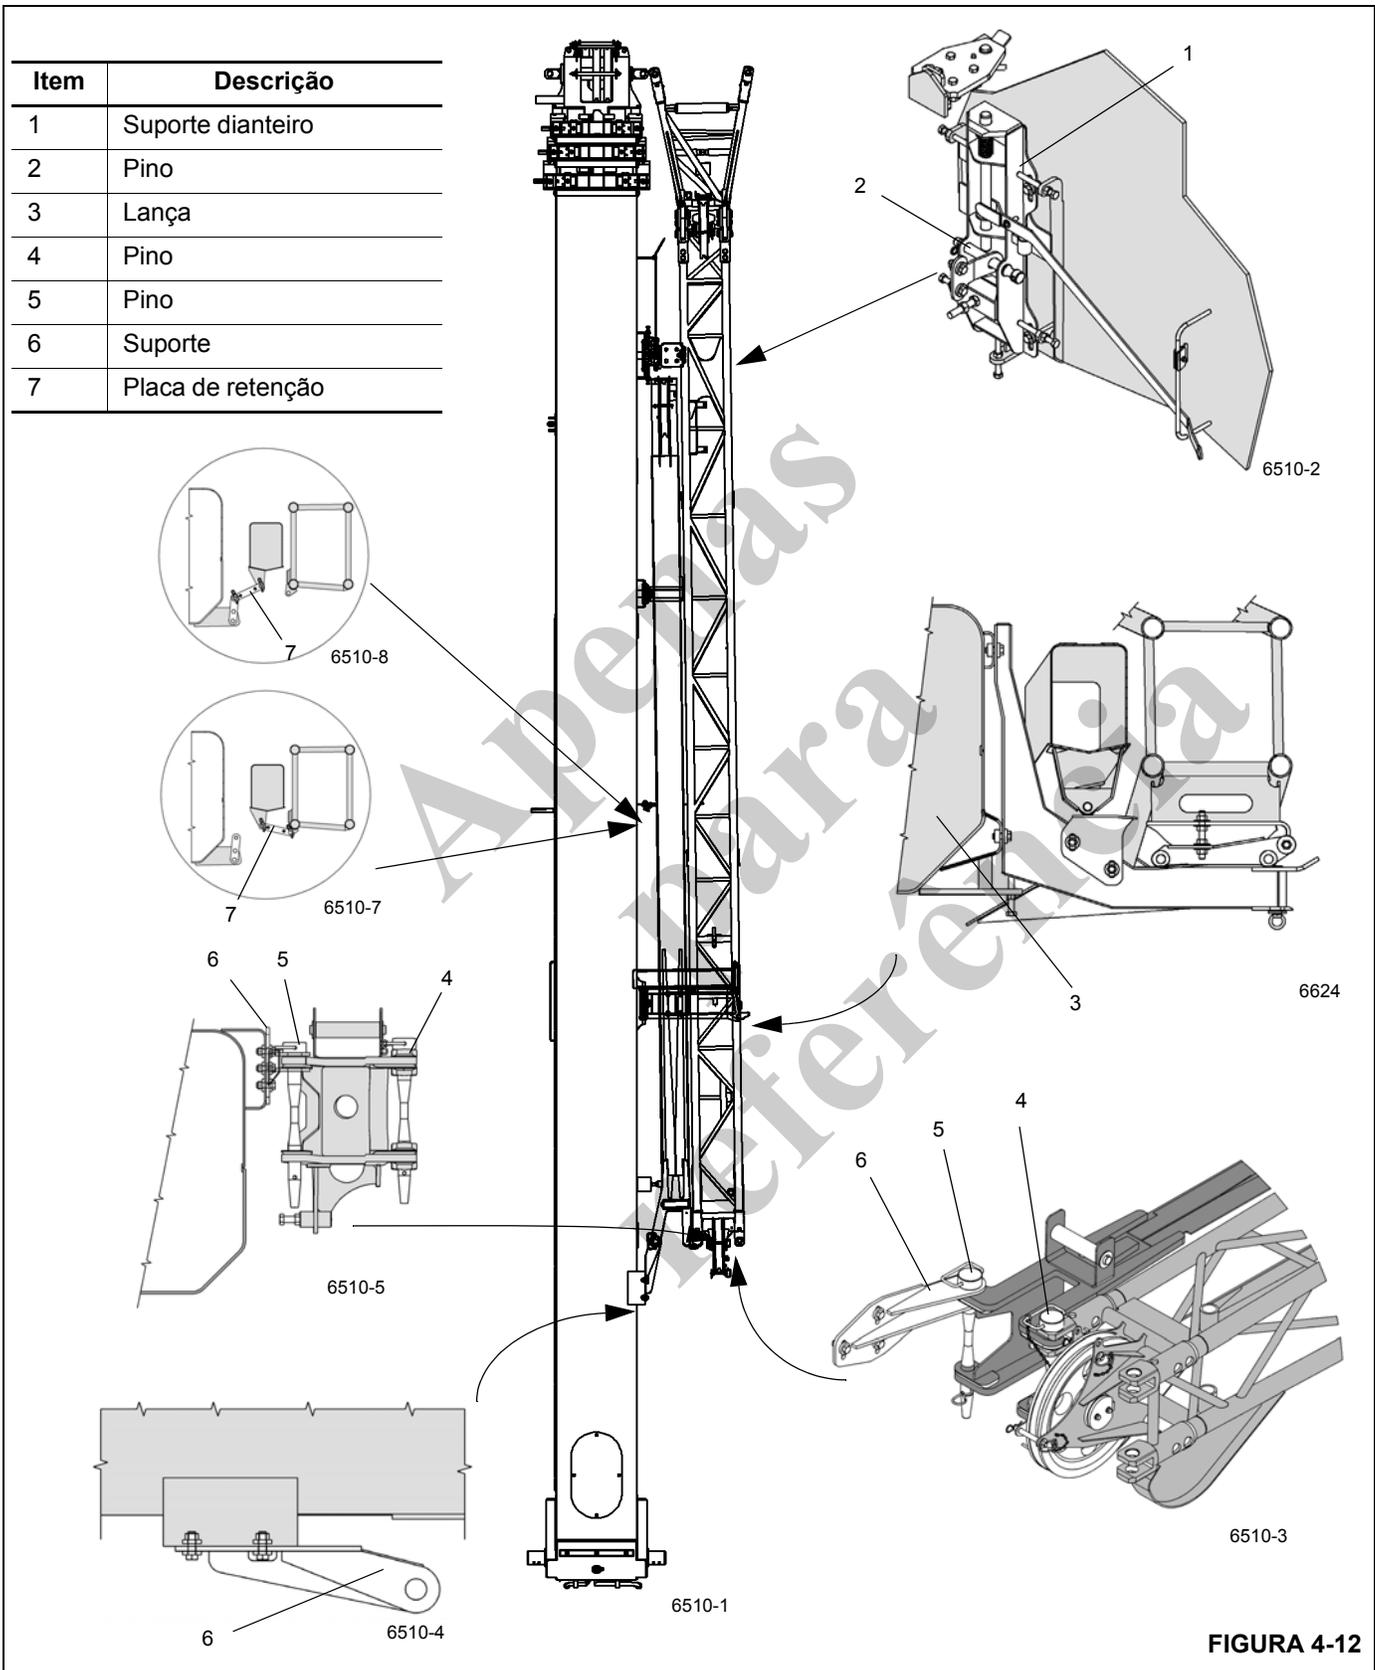

FIGURA 4-12
- Verifique as conexões e faça-as se necessário (Figura 4-12).
- A seção de 10,1 m (33 pés) está travada no suporte dianteiro (1) na lança principal e é fixada com um pino de retenção (2).
- Os pinos (4) estão inseridos no ponto do pivô entre a seção de 7 m (23 pés) e a de 10,1 m (33 pés).
- A conexão (7) na área intermediária está entre a seção de 7 m (23 pés) e a seção de 10,1 m (33 pés)
- É estabelecida a conexão (5) entre a seção de 7 m (23 pés) e a lança principal na área traseira (Figura 4-12) (control # 6510-7).
- A conexão (7) na área intermediária está entre a seção de 7 m (23 pés) e a lança principal (3) (Figura 4-12).
- A conexão (5) entre a seção de 7 m (23 pés) e a lança principal na área traseira está estabelecida.